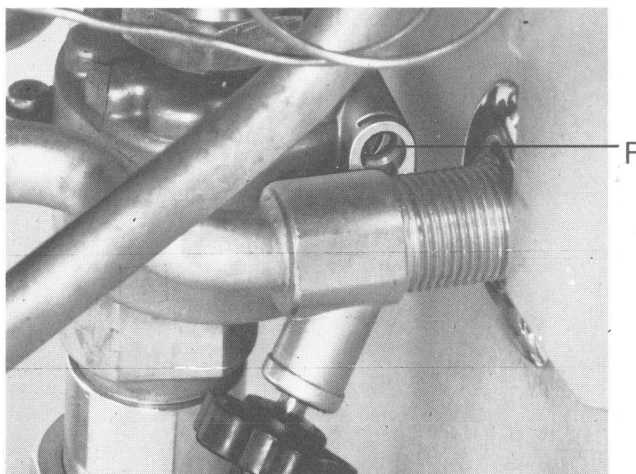

Figura 8
7. Sólo para aparatos de gas ciudad: Quitar el capuchón del tornillo regulador F (figura 8). Regular el citado tornillo F a la presión de boquilla (mbar) indicada en la tabla de la página 9.  Si la presión de boquilla no es alcanzada, deberá controlarse la presión de conexión según párrafo II. 10.
4. Sólo para aparatos de gas ciudad: Quitar el capuchón del tornillo regulador F (figura 8). Regular con el tornillo F el consumo de gas